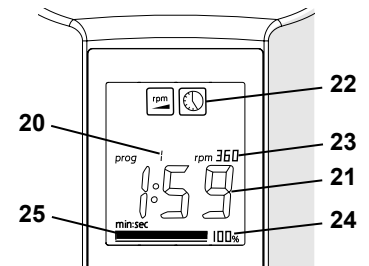
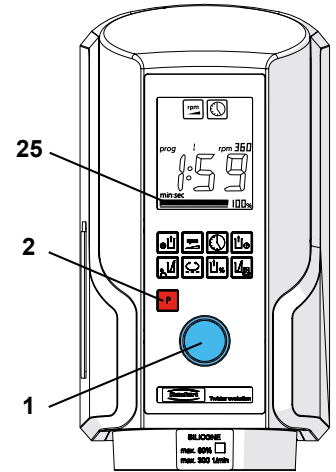

Bild 7
Bild 8
- ⇒ Tryck på programknapp "P" (2).
- ⇒ Välj program genom att vrida på styrknappen (1).
- ◆ Det valda programmet visas (bild 7):
- ⇒ Anslut bägaren (15) till apparaten.
- ⇒ Släpp inte förrän bägaren stannar av sig själv, vakuumstapeln är över halvvägs (25, bild 8)!